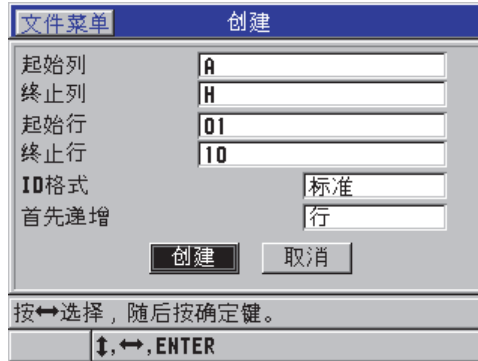

图 6-24 为 2D 栅格数据类型文件配置 ID 码范围
3. 在**创建**屏幕的第二页中 (参见第 106 页的图 6-24):